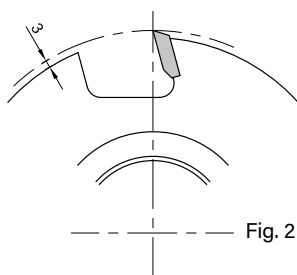

Fig. 2
- d. Round form tool, with maximum way out for the cutting edge of 3 mm (fig. 2).
- d. Forma redonda del cuerpo con máxima salida del cortante de 3 mm (fig. 2).